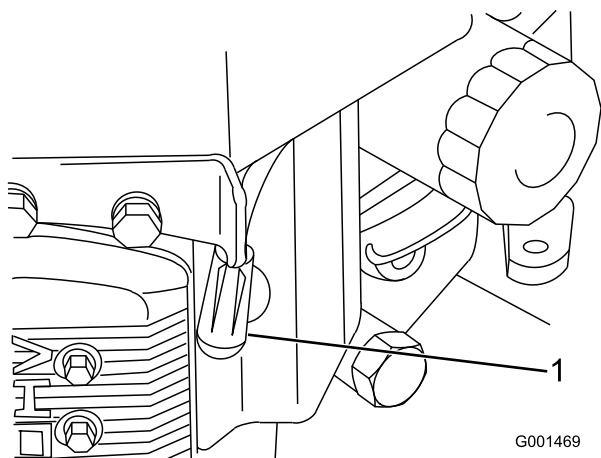

Figure 37
3. Débranchez le fil de la bougie (Figure 37).